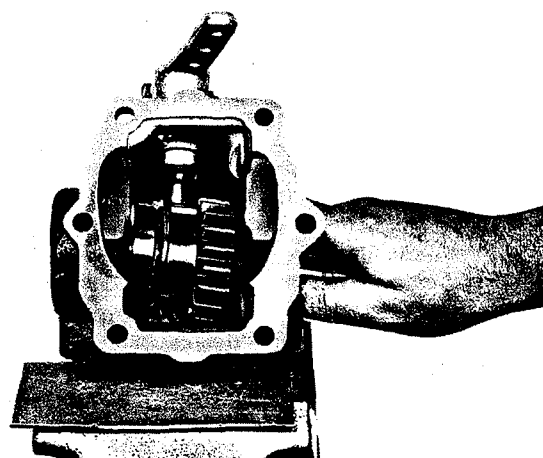

Fig. 61
2.2 Monter à force le roulement à billes (3) sur l'arbre de sortie et engager ensuite le jonc d'arrêt (2). Introduire l'arbre de sortie prémonté dans le boîtier (fig. 61).